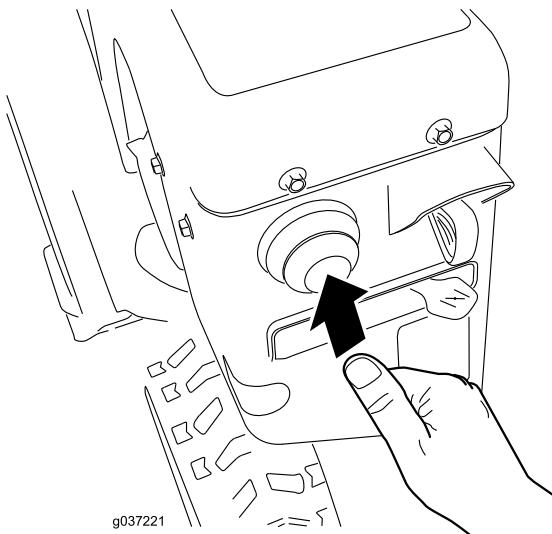

Figura 26
4. Spingete con forza l'injectore con il pollice, come indicato nella tabella seguente, tenendolo premuto per un secondo prima di rilasciarlo ogni volta (Figura 26).